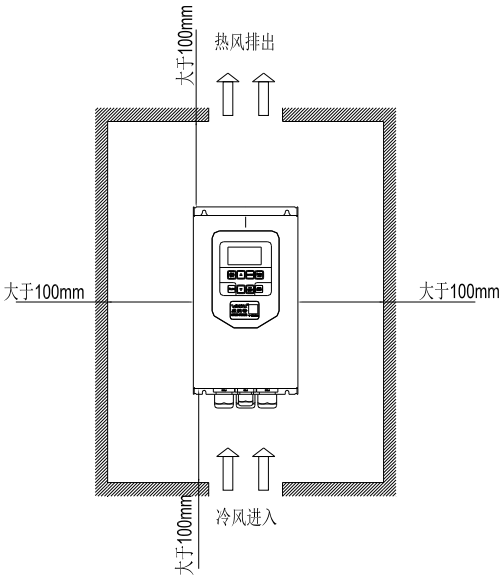

图1-4. 单体安装图
- 2) 安装空间遵照图1-4所示，保证变频器的散热空间。但布置时请考虑柜内其它器件的散热情况。